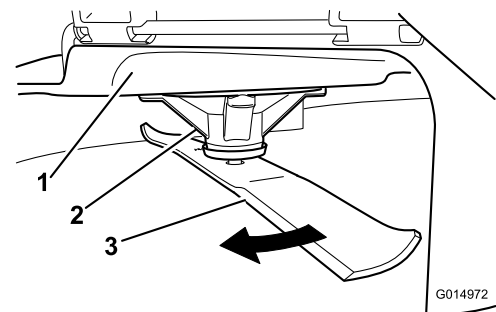

Figura 60
2. Purtați mâinii cu protecție corespunzătoare sau alte protecții adecvate pentru mâini și rotiți încet lama într-o poziție care vă permite să măsurați distanța dintre marginea de tăiere și suprafața uniformă pe care se află maina (Figura 60).